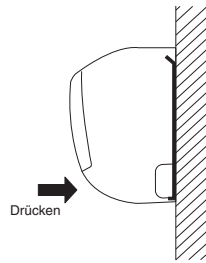

Abb. 3-92
- (1) Zur Installation der Inneneinheit diese auf die 3 Ansätze am oberen Teil der Rückwand setzen.
- (2) Auf den Luftauslass drücken und den unteren Teil der Inneneinheit andrücken, bis diese mit einem Klickton fest auf den Montageansätzen an der Unterseite der Rückwand einrastet. (Abb. 3-92)